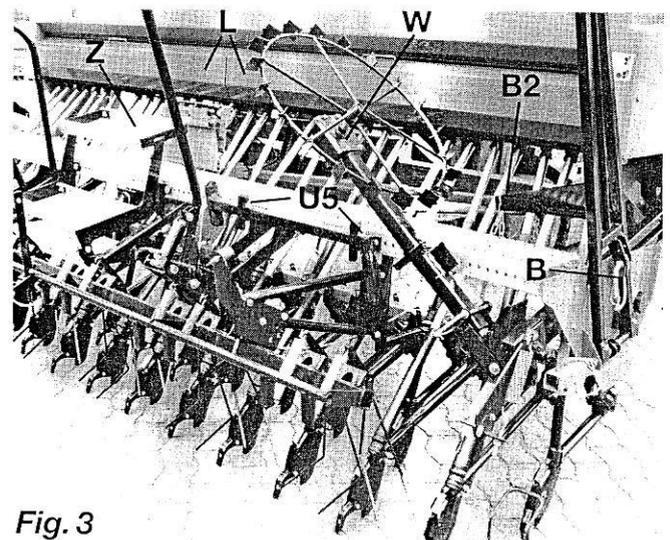

Fig. 3
Das Gerät etwas anheben und vordere Stützen abnehmen (Fig. 2); dann etwas absenken und Oberlenker (**U3**, Fig. 2) anbringen. Gerät anheben und hintere Stützen abnehmen. (Stützen können am Gerät verbleiben; nach obenweisend in den Halterungen feststecken, hintere rechte Stütze in Halterungen **U5**, Fig. 3 ablegen.)
Saatkastendeckel schließen. Entleerungsmulden hochgestellt sicher einrasten (**L**, Fig. 3).
Trittstufe hochstellen (**Z**, Fig. 3).
Spornrad freistellen (Stecker **W1**, Fig. 5) und hochlegen (**W**, Fig. 3). Spuranreißer einklappen und sichern - Stecker **B** (Fig. 3).
**Spuranreißer** - „auf Schleppermittle“ einstellen (bei M 250 A auf „äußeres“ Schlepperrad anreißen). Zugseillänge bei **B2** anpassen (Fig. 3). Überlastsicherung: Scherschraube M 8 x 60; 8.8 (**B3**, Fig. 8). Das Schlepper-Steuergerät für Spuranreißer im Einsatz immer auf „Schwimmstellung“ belassen.